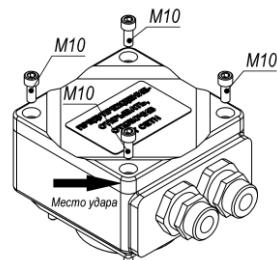

Рисунок 2 - Демонтаж
- вывернуть винты 29 (четыре винта M10 см. рисунок 2);